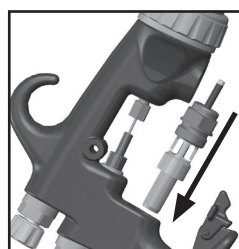

Fig. 23
9. Insérer l'ensemble soupape d'air dans le pistolet en le faisant passer soigneusement par-dessus le ressort et dans le joint arrière. (Voir fig. 23)